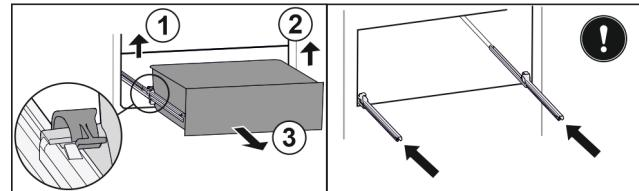

Fig. 31
- ▶ 提起左侧夹子，同时将抽屉左侧向前拉。Fig. 31 (1)
- ▶ 提起右侧夹子，同时将抽屉右侧向前拉。Fig. 31 (2)
- ▶ 朝前取出抽屉。Fig. 31 (3)